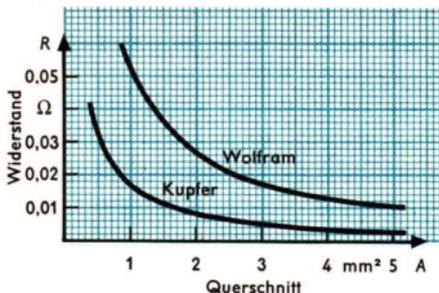

Bild 107/1 Abhängigkeit des elektrischen Widerstandes von 1 m langen Drähten aus Wolfram und Kupfer vom Querschnitt der Drähte
Stellt man die Ergebnisse von Messungen grafisch dar, so erhält man für 1 m lange Drähte aus Kupfer bzw. aus Wolfram mit unterschiedlichem Querschnitt die Graphen im Bild 107/1.
- ① Wie ändert sich der elektrische Widerstand eines Drahtes, wenn dessen Länge a) verdoppelt, b) halbiert, c) verzehnfacht wird?
- ② Wie muß man die Länge eines Drahtes ändern, damit dessen elektrischer Widerstand a) verdoppelt, b) halbiert, c) verzehnfacht wird?
- ③ Wie muß der Querschnitt eines Drahtes verändert werden, damit dessen elektrischer Widerstand a) verdoppelt, b) auf die Hälfte verkleinert, c) zehnfach so groß wird?
- ④ Ein Draht wird gegen einen gleich langen Draht aus demselben Werkstoff ausgetauscht. Wie ändert sich der elektrische Widerstand, wenn der Querschnitt des neuen Drahtes a) doppelt, b) halb so groß, c) zehnfach so groß wie der alte Draht ist?
- ⑤ Entnimm dem Tafelwerk den spezifischen elektrischen Widerstand von Stahl, Kupfer und Konstantan! Was geben diese Werte an?
- ⑥ Ermittle aus dem Diagramm (Bild 107/1) den spezifischen elektrischen Widerstand für Kupfer und für Wolfram!
- ⑦ Wie ändert sich in einem Stromkreis die Stromstärke, wenn ein Stahldraht gegen einen gleich langen und gleich dünnen Draht a) aus Kupfer und b) aus Konstantan ausgewechselt wird? Überlege zunächst, wie sich dadurch der elektrische Widerstand ändert!